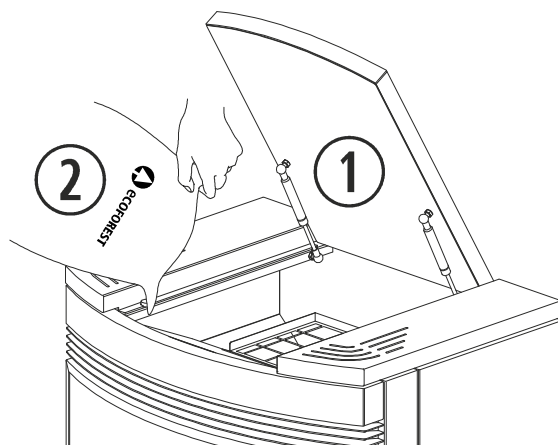

Figura 2
2.13. Para realizar la carga de combustible en la estufa, debemos abrir la tapa de la tolva y vaciar el saco de combustible con cuidado para evitar que rebose el combustible. Ver *figura 2 (ECO III)*.